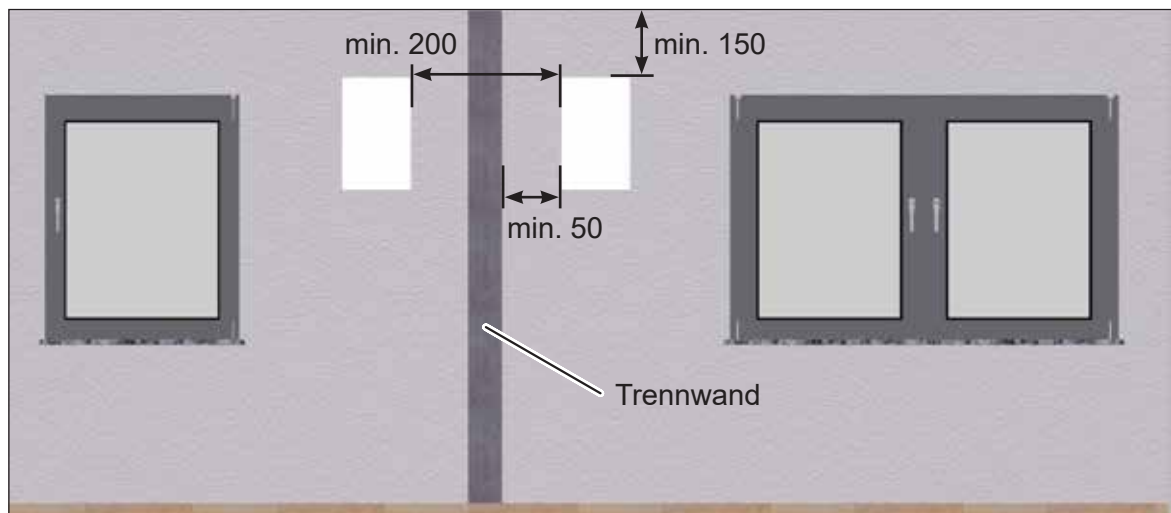

Abb. 8: Seitlicher Mindestabstand zwischen zwei Lüftungsgeräten, Maße in Millimeter
- ▶ Achten Sie auf folgende Mindestabstände (siehe Abb. 8 auf Seite 13):